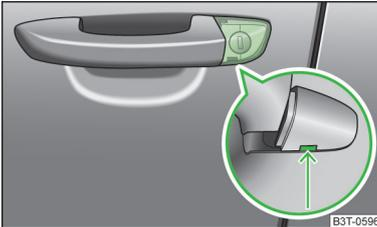

Abb. 191
- › Den Fahrzeugschlüssel in die Aussparung an der Unterseite der Abdeckung im Pfeilbereich einschieben und diese nach oben klappen » Abb. 191.